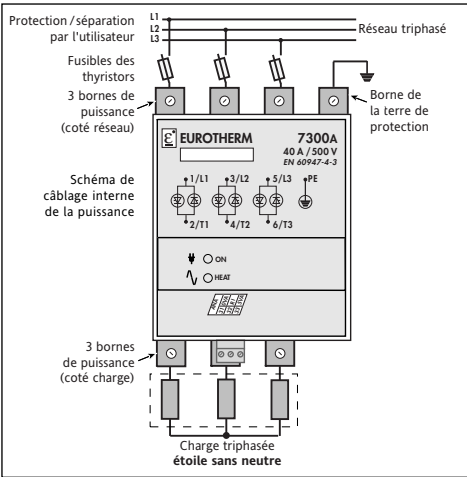

Figure 2-7 Branchement de charge triphasée en Étoile Sans Neutre (3S)
- étoile sans neutre (3 fils de raccordement, code 3S), figure 2-7